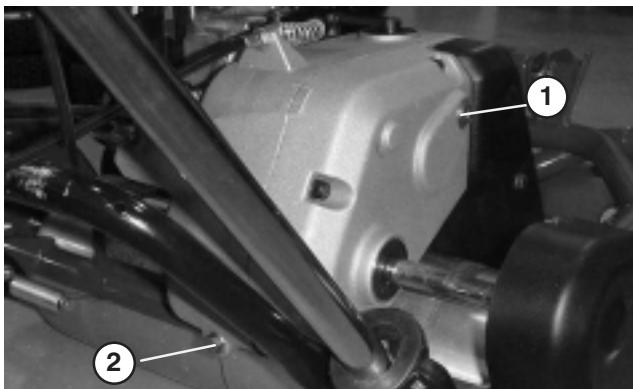

Bild 10
2. Nehmen Sie die Prüf-/Füllschraube aus der rechten Getriebeseite heraus (Bild 10). Der Ölstand sollte am unteren Rand der Füllöffnung sein. Wenn der Ölstand niedriger ist, füllen Sie genug Öl des richtigen Öls ein, bis der Ölstand am unteren Rand der Füllöffnung ist.